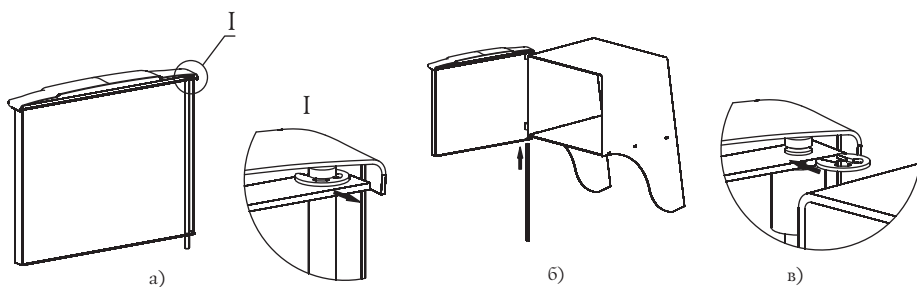

Рисунок 7. Установка дверцы при монтаже печи «Ангара 2012»
1. Извлеките ось из дверцы, предварительно сняв упорную быстросъемную шайбу, рисунок 7.а;
3. Вставьте ось через отверстия снизу вверх, с расположением канавки под шайбу в верхней части оси, рисунок 7.б;